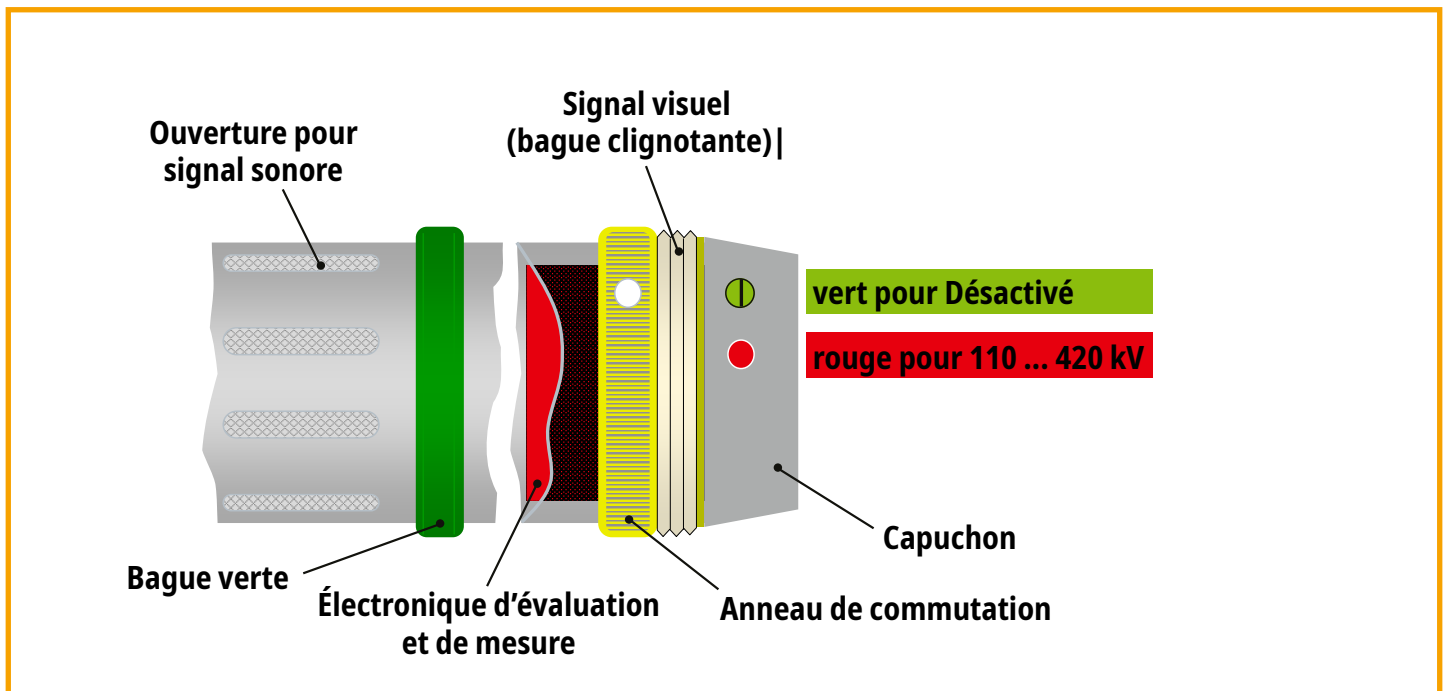

Figure 5 Tête de travail avec pièce d'affichage
- Le détecteur de haute tension possède une **bague de commutation (9)** jaune moletée sur la tête de travail. Lorsqu'elle est tournée, l'appareil est mis en marche. En même temps, la plage de tension nominale correspondante est activée (voir figure 5).